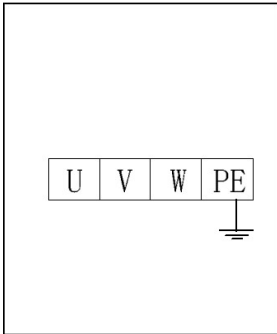

图 10
- 电源线连接：将 380V 三相四线制电源线（ $3 \times 2.5\text{MM}^2 + 1 \times 1.5\text{MM}^2$  电缆线）接入控制台 U、V、W 及进线端子上，PE 接地线接于接地标示螺栓上，再连接至两平台底部接地标示螺栓上（图 10、图 11）